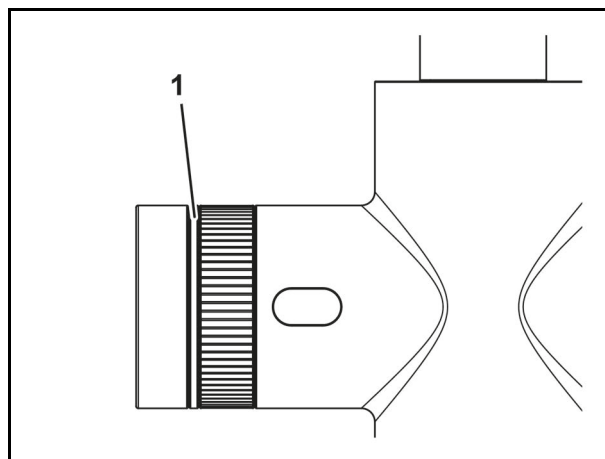

Abb. 32 LED-Ring
1. Der LED-Ring (Abb. 32/1) leuchtet während der Auswahl der Wasserart konstant in der entsprechenden Farbe, um die gewählte Wasserart anzuzeigen, siehe auch Kapitel 7.1.2:
2. Der LED-Ring (Abb. 32/1) blinkt während der Abgabe von Wasser über das System in der entsprechenden Farbe.
3. Der LED-Ring (Abb. 32/1) blinkt rot, wenn ein Fehler am System vorliegt. Die genaue Fehlerbeschreibung finden Sie am Touchscreen des Untertischgeräts, siehe Kapitel 7.2.5.